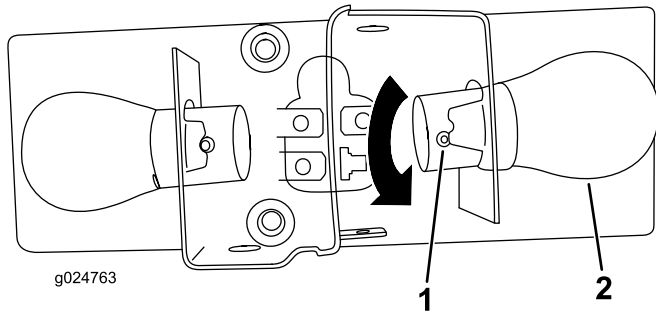

Figura 70
4. Presione hacia abajo sobre el pin de la lámpara, gire la lámpara a la izquierda, y luego tire de la lámpara para sacarla (Figura 70).
6. Gire la lámpara nueva a la derecha hasta que el pin de la lámpara esté alineado con la muesca del portalámparas (Figura 70).